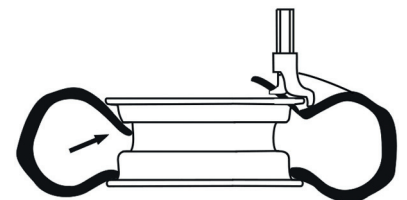

Bild 24
- Wenn ein Schlauch in den Reifen eingebaut werden soll, überprüfen Sie diesen zuerst auf möglichen Schäden. Legen sie ihn um die Felge. Stellen Sie sicher, das sich Luftenlassventil auf dem Schlauch in der richtigen Position befindet und diese während des gesamten Montageprozesses gehalten wird (Bild 24).